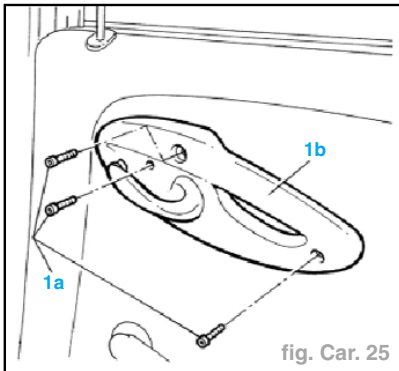

fig. Car. 25
- Dévisser les vis de fixation (1a) et enlever la prise (1b) de la porte latérale AR (fig. Car. 25).